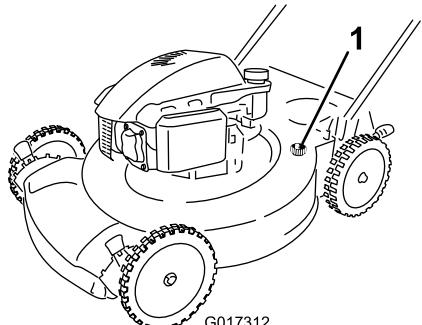

Figura 32
- Conecte una manguera de jardín que esté conectada a un grifo al orificio de lavado de la carcasa de la máquina (Figura 32).